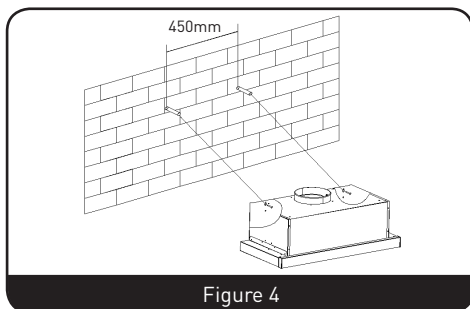

Figure 4
1. Percez 2 trous de  $\varnothing 8$  mm dans un endroit approprié en les centrant par rapport au trou du dos de la hotte aspirante. (Ces deux trous doivent être alignés à l'horizontale) (Figure 4)